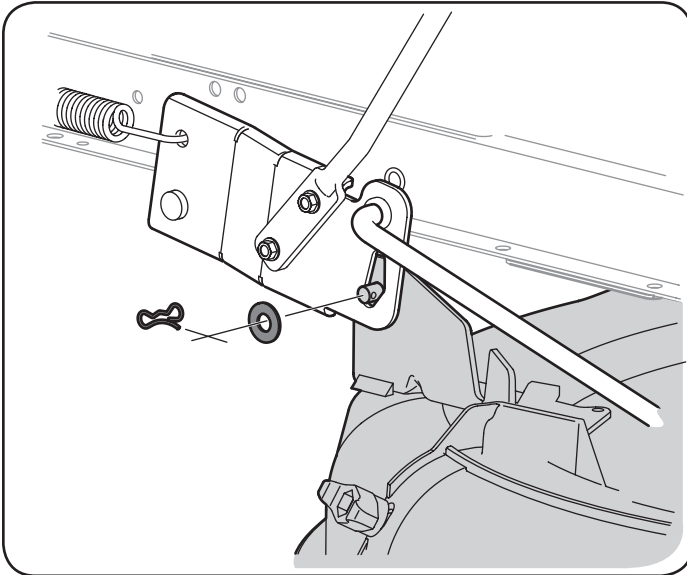

Figura 39
4. Extraiga el pasador de chaveta con unión curva y la arandela plana del conjunto de elevación de la plataforma y guárdelo para volver a colocarlo posteriormente. Vea la Figura 39.
2. Use un bloque de madera o un 2 x 4, insértelo dentro de la abertura de la plataforma y haga girar la cuchilla hasta que la madera haga cuña entre la abertura de la plataforma y la cuchilla de corte, como se indica en la Figura 39.